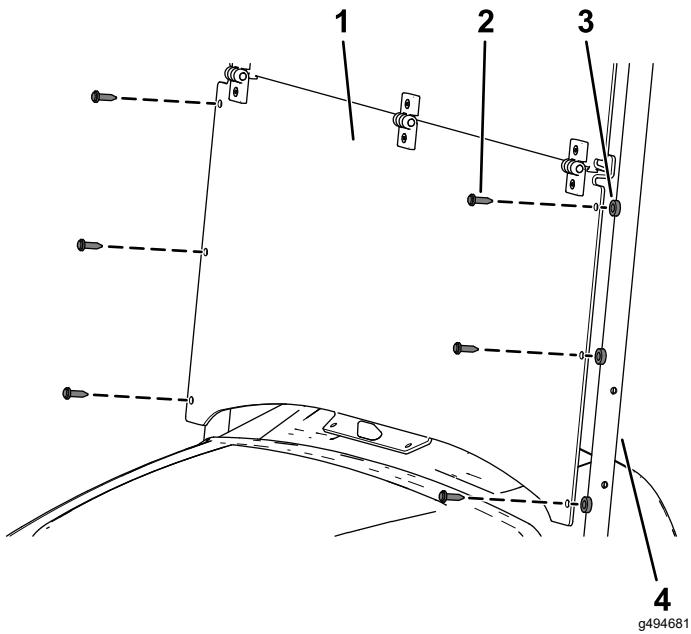

図8
3. ウィンドシールドの下部の穴を日よけサポートチューブの穴に合わせる図8
4. ウィンドシールドの左右を日よけサポートチューブに固定するプラスチック製スペーサ6個と長いプラスチック製リベット6本を使用する図8。